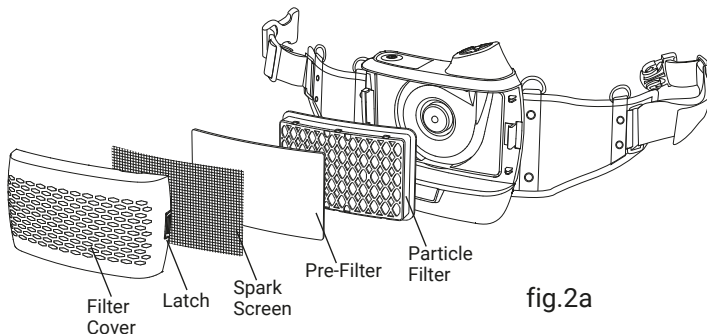

fig.2a
- Installeer het deeltjesfilter volgens afb.2a.